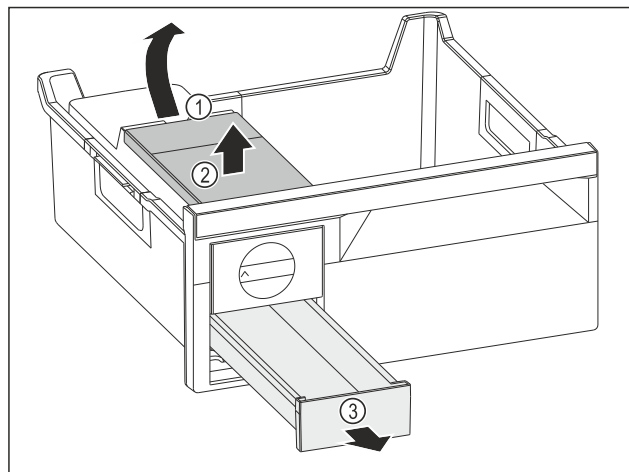

Fig. 82
- Retirer le réservoir d'eau : Soulever le réservoir d'eau hors de l'évidement Fig. 82 (1).
- Retirer le réservoir d'eau Fig. 82 (2) vers le haut.
- Retirer le compartiment à glaçons Fig. 82 (3) vers l'avant.